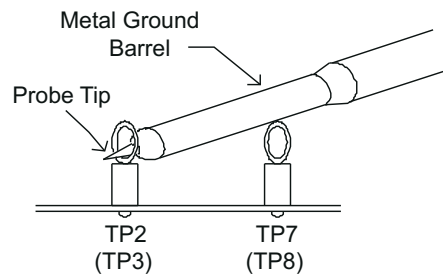

图 5-2. 推荐用于测量输出纹波电压的尖端和接地筒方法
- 在测试步骤中，使用图 5-2 所示的尖端和接地筒测量方法探测 VOUT1 和 VOUT2。